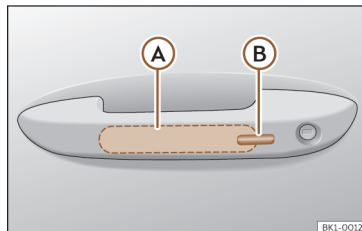

Fig. 76 Manípulo da porta: superfícies sensoras.
>>> **Fig. 76**
- Toque na superfície sensora >>> **Fig. 76 B** situada no lado exterior do manípulo da porta. Todos os indicadores de direção piscam uma vez.
- Antes de passarem 5 segundos, toque uma vez no sensor do lado exterior do manípulo da porta >>> **Fig. 76 B**. Ao fazê-lo, não agarre o manípulo. O sistema Keyless Access fica desativado temporariamente.